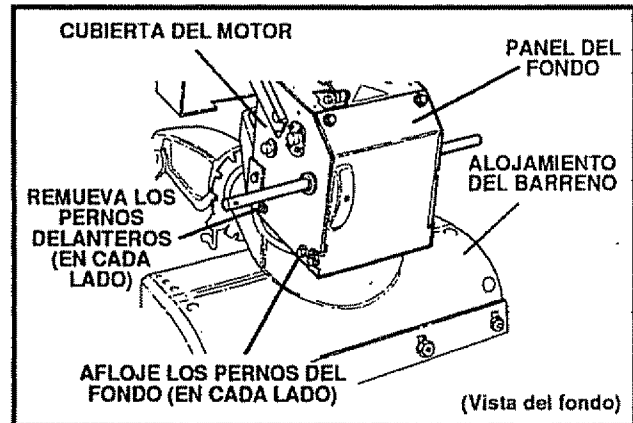
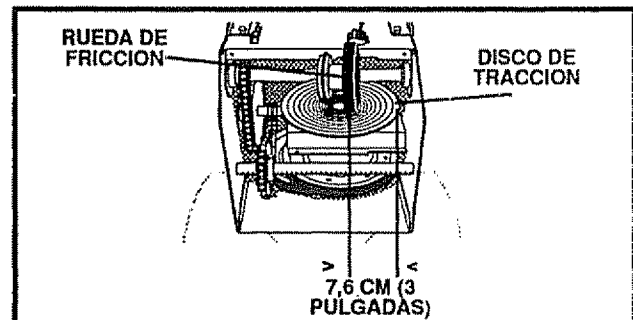

FIG. 30
FIG. 31A
- Remueva los dos pernos superiores que fijan el alojamiento del barreno a la cubierta del motor. Afloje los dos pernos de abajo (vea la Fig. 30 en la página 22).
- Remueva el panel del fondo (vea la Fig. 30).
- Coloque la palanca de cambios en la primera (1) velocidad.
- Observe la posición de la rueda de fricción sobre el disco de tracción: el lado derecho más hacia afuera del disco de tracción debe estar a 7,6 cm (3 pulgadas) del centro de la rueda de fricción (vea la Fig. 31A).
- Mueva la rueda de fricción a su posición correcta como se indicó previamente (vea la Fig. 31A).
- Remueva el panel del fondo (vea la Fig. 30 en la página 21).